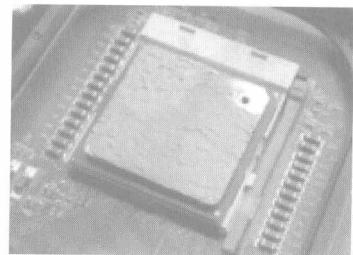

图 1.6 涂抹硅脂的 CPU
(1) 在CPU表面涂上一层薄薄的硅脂,如图1.6所示。主要目的是使CPU与散热器能良好接触,从而保证CPU稳定工作。